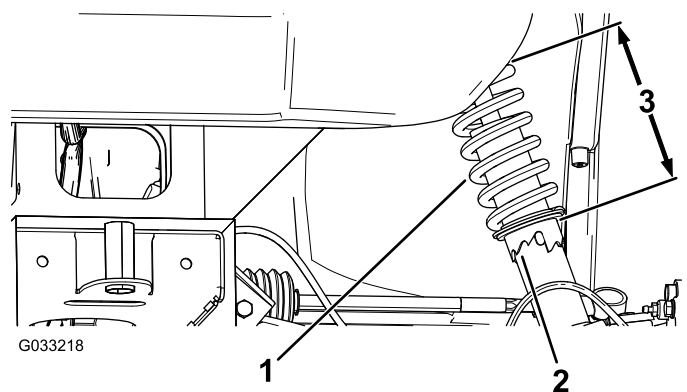

Bild 56
2. Wenn der Radsturz nicht richtig eingestellt ist, drehen Sie den Stellring am Stoßdämpfer mit einem Gabelschlüssel, um das Rad einzustellen (Bild 56).